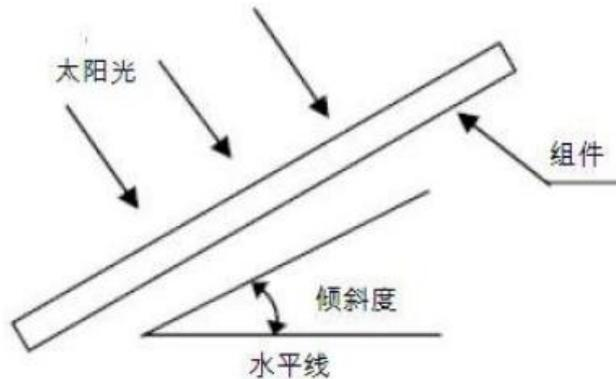

图 2 太阳能组件安装倾斜角
2.2.4 太阳能组件的倾斜角指的是组件表面与地平面之间的夹角, 如下图 2 所示, 组件表面与太阳光垂直的时候功率输出最大。建议组件安装角度不小于 10 度。要了解最佳的安装倾斜角的详细信